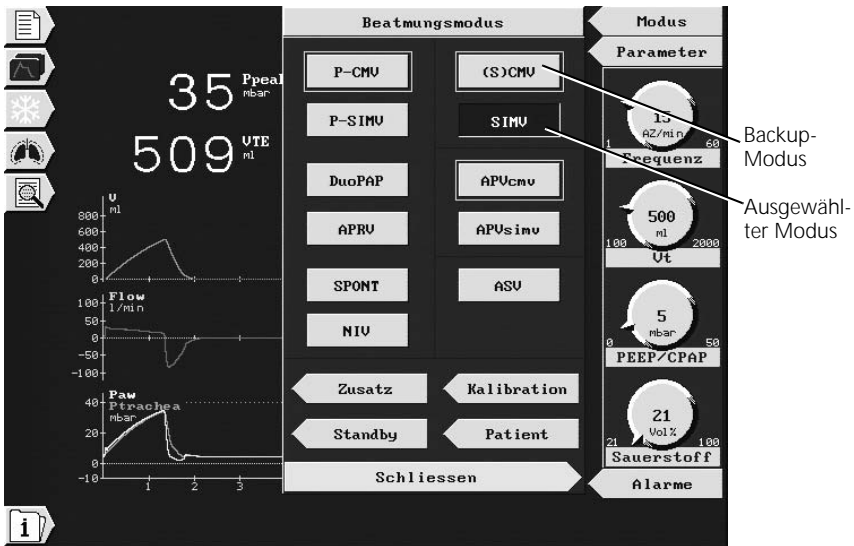

Abbildung 4-1. Beatmungsmodus, Fenster
1. Öffnen Sie das Fenster **Beatmungsmodus** (Abbildung 4-1).
2. Öffnen Sie das Fenster **Beatnungsmodus** (Abbildung 4-1).